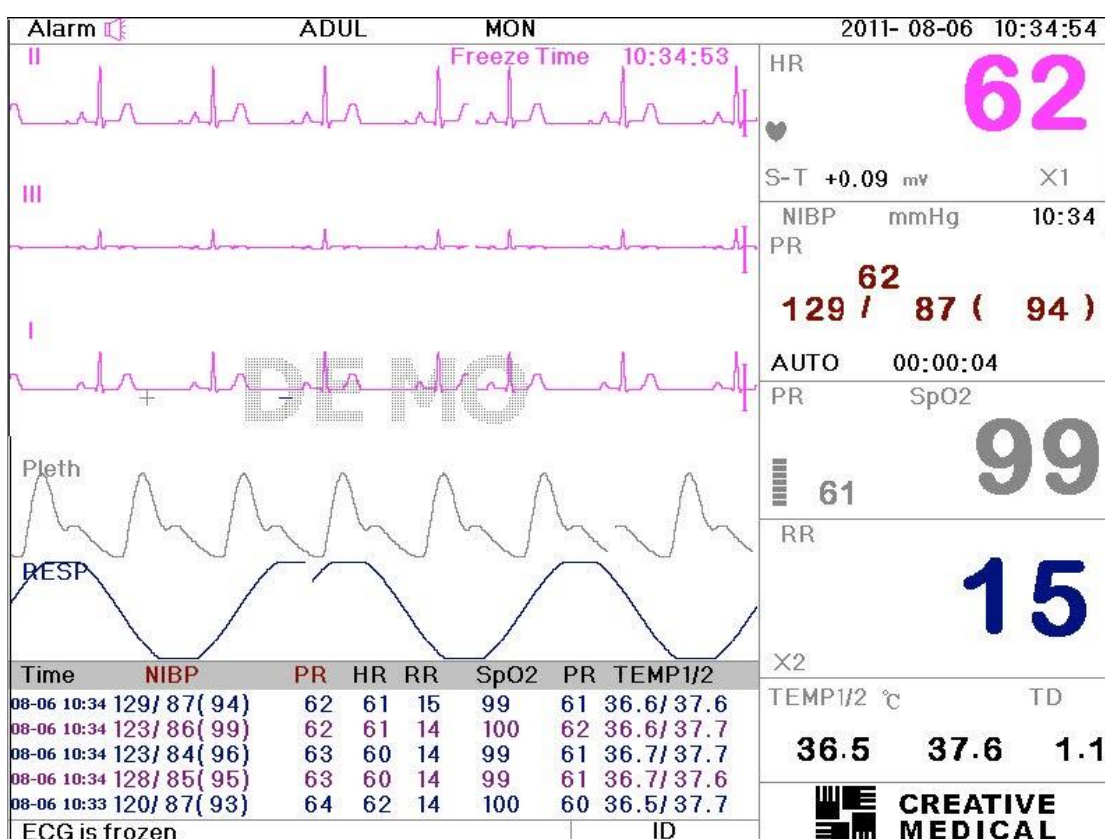
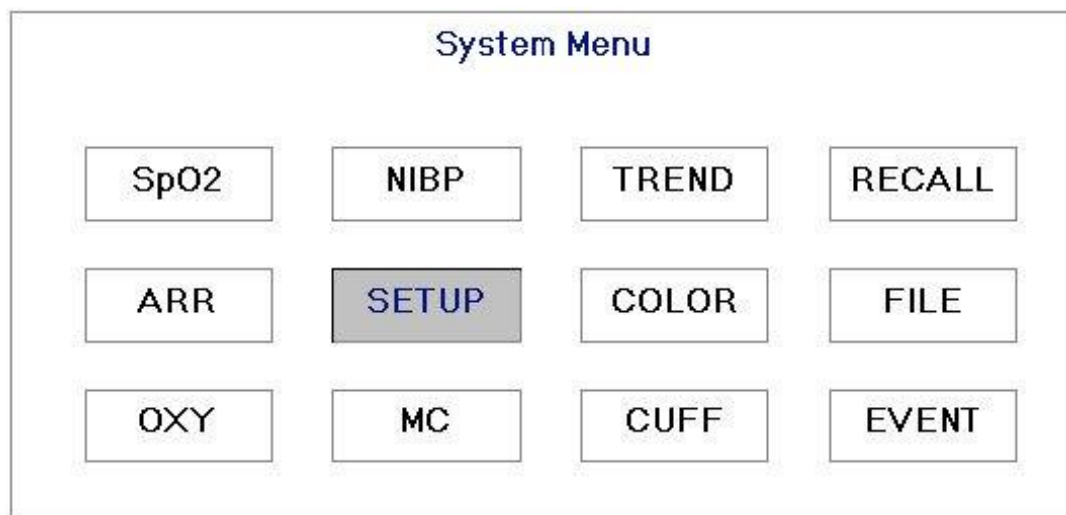

Figura 4.2
Figura 4.11 Tela de seleção de modo
**passo 5:** Se você terminou de ajustar a data e a hora, pressione o botão giratório e gire-o para mover o cursor para “Salvar”. Pressione-o para salvar as configurações e sair da tela de configuração de data e hora, enquanto isso entre na tela principal mostrada na Figura 4.2. Se você pressionar “Sair”, as configurações não serão salvas.
O sistema é inicializado e entra na Tela Principal onde o monitoramento e a operação do sistema são executados. (como mostrado na Figura 4.2).
Pressione o "Botão de Navegação" na tela principal conforme Figura 4.2, a área de operação mostra a tela de seleção de modo, conforme Figura 4.11.